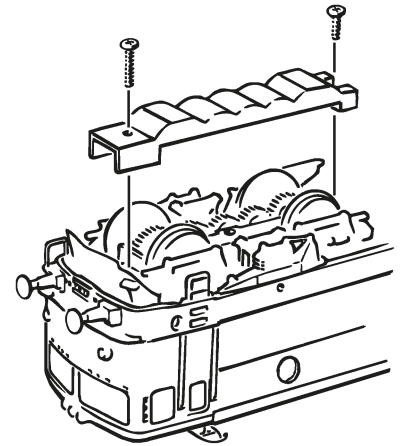

Fig. 5
**1. Reinigung der Radstromkontakte:** Radstromkontakte können auf unsauberen Schienen leicht verschmutzen. Entfernen Sie **vorsichtig** mit einem kleinen Pinsel **den Schmutz** an den in Fig. 5 gekennzeichneten Stellen.
**1. Cleaning of wheel contacts:** Wheel contacts easily get dirty on tracks which are not entirely clean. Use a small brush to **remove dirt** from spots marked in fig. 5.
**1. Rengöring av hjulens strömupptagningsbleck:** Strömupptagningsblecken kan bli smutsiga om modellen används på smutsig räls. Rengör blecken med en liten borste på punkterna som markeras på fig. 5.